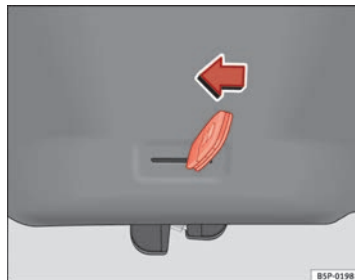

Fig. 50 Hayon : ouverture d'urgence
- Introduisez le panneton de la clé dans la rainure et déverrouillez le système de fermeture en faisant tourner la clé de droite à gauche, comme indiqué par la flèche → fig. 50.